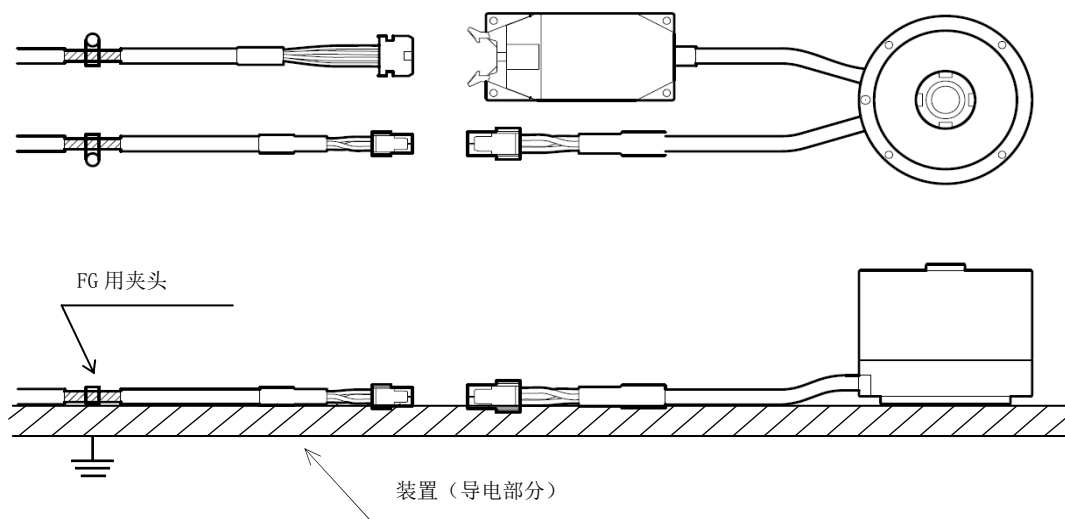

图 15.2 作动器附近的接地示例
在作动器的附近，也要如图15.2所示，与机箱接地。
- 在作动器的附近，也请在尽可能靠近作动器的位置剥除机电电缆和解析器电缆的护套，将屏蔽层接地。（参见图 15.2）